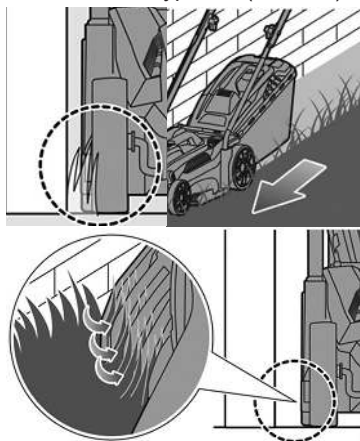

Рис. 13 Положение газонокосилки у стены
9. Будьте осторожны при скашивании травы у таких препятствий, как ограждение, стена и т.п. Защитные выступы на корпусе газонокосилки позволяют сделать это аккуратно (Рис. 13).